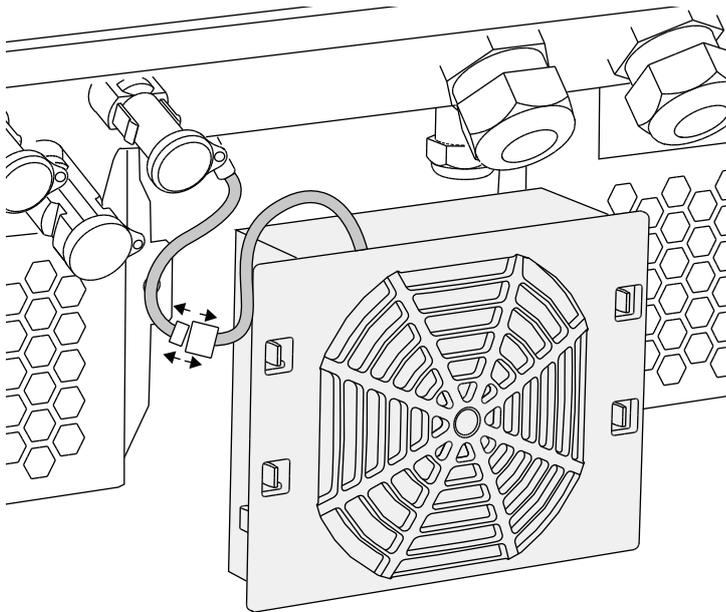

Fig. 70: Staccare il cavo della ventola
4. Estrarre completamente il gruppo ventola dal corpo inverter. A tale scopo staccare il connettore del cavo della ventola.  **Fig. 70**